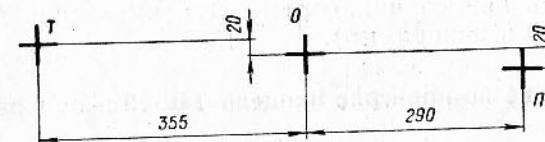

Рис. 68. Схема координат для проверки прицела ТШ-16 и пулемета ДТМ, спаренного с пушкой
обозначенного буквой О (рис. 68). При этом вершина большого угла прицела должна совместиться с левым перекрестьем щита, обозначенного буквой Т.
- b) выверка прицельной линии пулемета производится путем совмещения перекрестия на дульном срезе пушки, центрального угольника прицела ТШ-16 при нулевой установке и оси канала ствола пулемета с соответствующими точками на мишени (рис. 68), установленной на расстоянии 25 м от дульного среза пушки на высоте линии огня; в случае несовпадения оси пулемета с точкой II